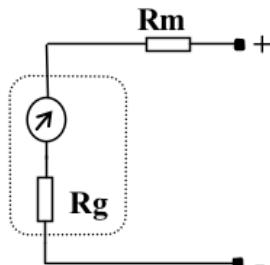

Figura 12: Circuito para construção de um voltímetro.
1. Construa um voltímetro para 20V, corrente contínua, utilizando o galvanômetro fornecido. Considere o circuito da figura 12 como referência.